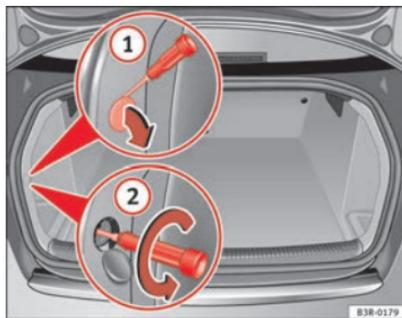
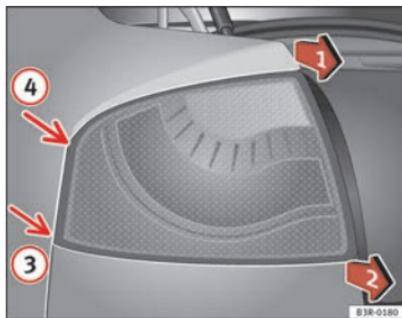

Fig. 210 Porta-bagagens: Posição do parafuso de fixação da unidade de luz traseira
Fig. 211 Desmontar a unidade de luz traseira na lateral
- Retire a cobertura fazendo alavanca com uma chave de parafusos no rebaixo ⇒ fig. 210 ①.
- Desapertar o parafuso que existe por trás com uma chave de parafusos (seta) ②.
- Puxe a unidade de luz traseira para um lado e para o outro (na direcção das setas) ⇒ fig. 211 posições ① e ② até que saia do seu alojamento (posições ③ e ④).